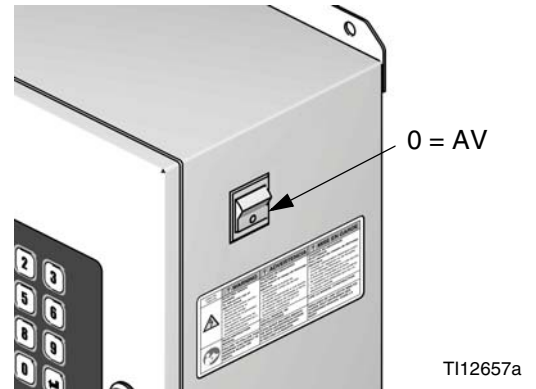

FIG. 12: Strömmen frånslagen
- Stäng av strömmen till ProMix 2KS (position 0). FIG. 12.